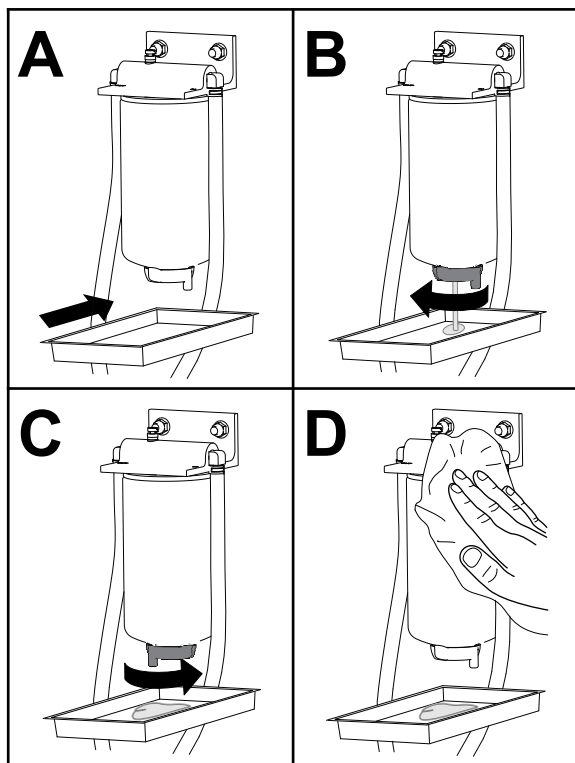

Bild 53
1. Lassen Sie das Wasser aus dem Kraftstofffilter bzw. Wasserabscheider ab, wie in Bild 53 dargestellt.
1. Wechseln Sie den Kraftstoff-/Wasserabscheider aus, wie in Bild 53 dargestellt.